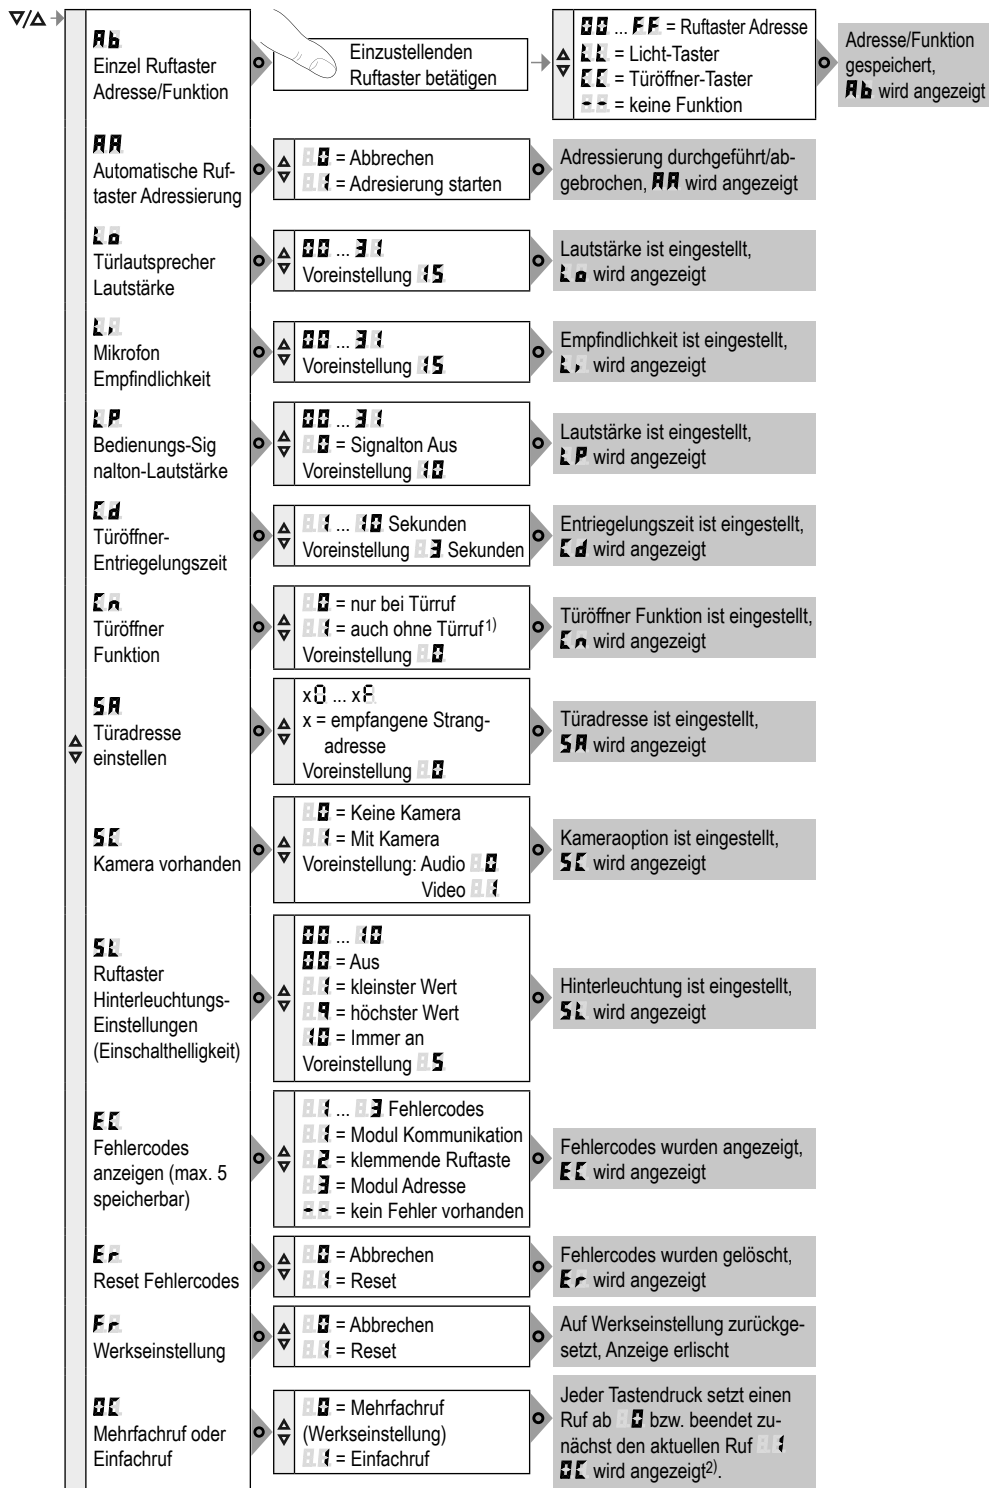

Bild 9: Übersicht Systemeinstellungen
- Mit **▽ / ▲** den gewünschten Menüeintrag wählen (Bild 9).